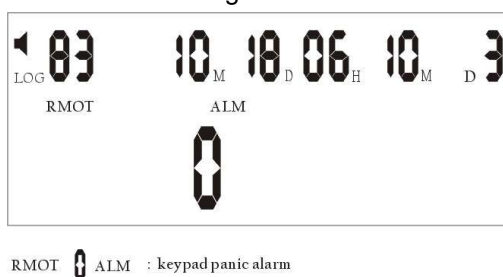

Fig.13: L'LCD indica un allarme antipanico attivo
**B. Panico:** premere il tasto PANIC (panico) per 2 secondi sia in modalità allarmata che disallarmata. Il pannello genera un allarme ed invia un segnale di allarme al C.S. (vd. Fig.13)